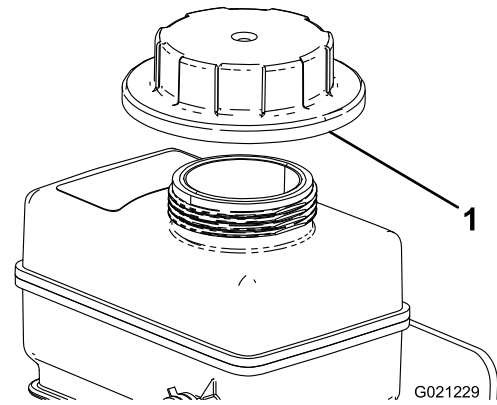

Figure 76
4. Retirez le bouchon du vase d'expansion (Figure 76).
8. Remplissez lentement le vase d'expansion jusqu'à ce que le niveau atteigne la base du goulot de remplissage (Figure 76).
9. Remettez le bouchon sur le vase d'expansion (Figure 76).